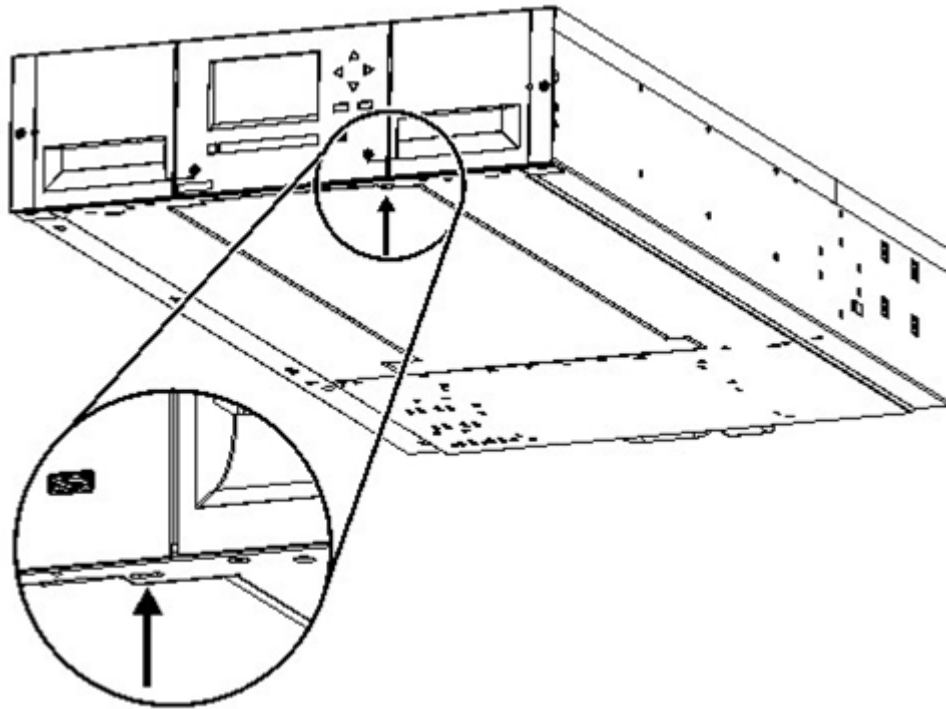

図 1-22 スプリング式ロックのアンロック
- B) 装置の前端部を図 1-22のアンロック用の穴の位置を確認します。